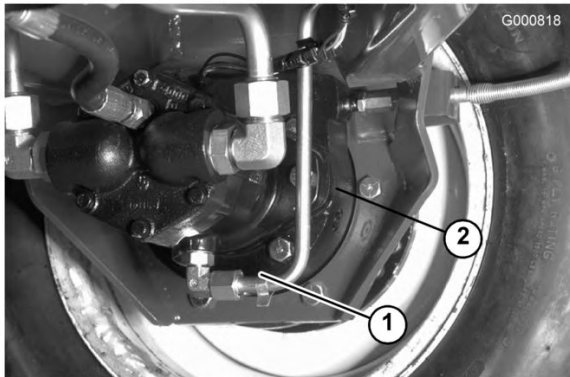

Figura 67
3. Togliete i tappi di controllo/spurgo dalla scatola del freno e lasciate defluire l'olio (Figura 67).